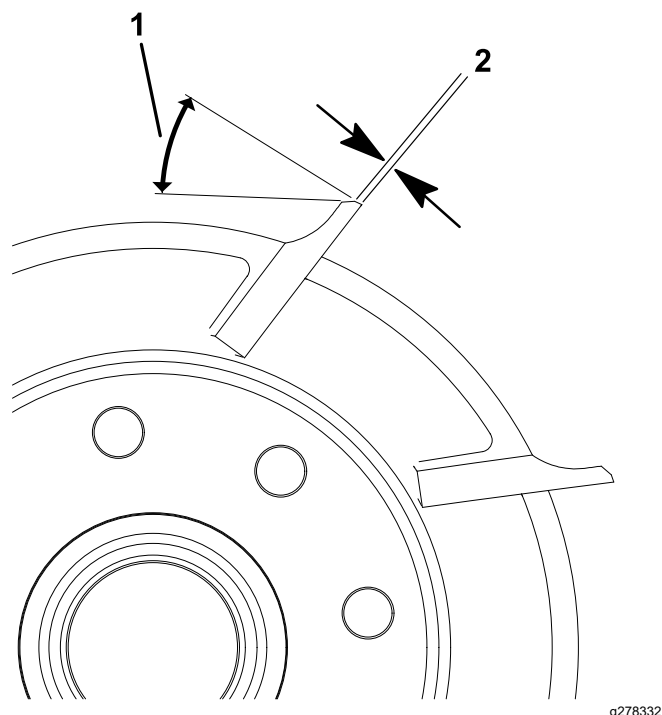

Figura 27
1. Aplicați un unghi de rectificare 30° pentru toate lamele cilindrului, până când lățimea la sol atinge 0,8 mm (Figura 27).